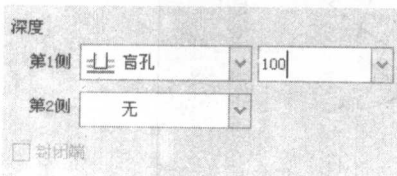

图 1-5
- (7) 单击“选项”按钮，在“选项”面板的“第1侧”下拉列表框中选择“盲孔”选项，并输入拉伸值为 100，如图 1-5 所示。